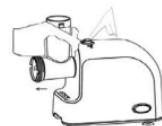

Abb. 2
- Setzen Sie den Fleischwolfkopf (7) in den Aufstellplatz (4) ein (Abb. 1), drücken Sie die Verriegelungstaste (3) und drehen Sie den Fleischwolfkopf (7) entgegen dem Uhrzeigersinn bis zum Einrasten (Abb. 2).